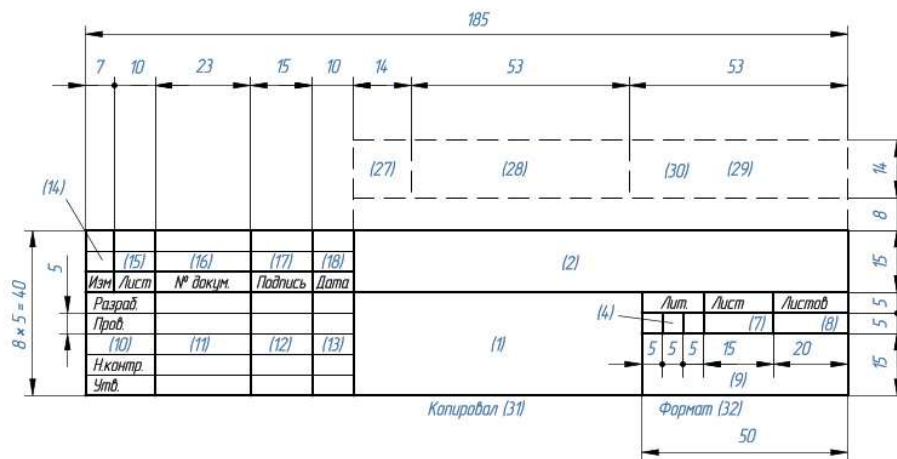

Рисунок 2
- а. (2) б. (1) в. (3)
4. Где используется основная надпись формы 2 (рисунок 2)